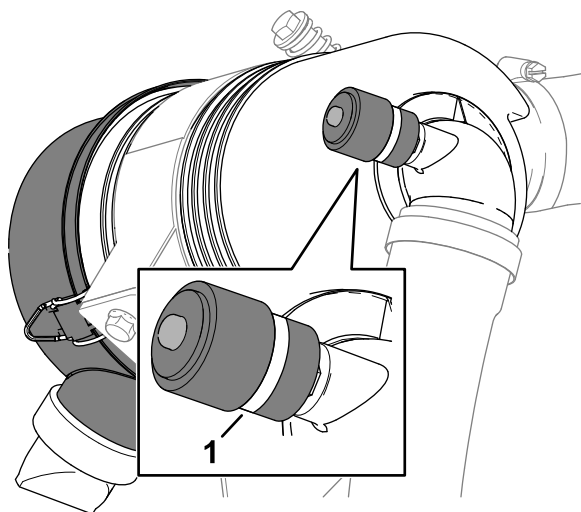

Figure 76
3. Vérifiez l'indicateur de colmatage au bout du boîtier de filtre à air (Figure 76).